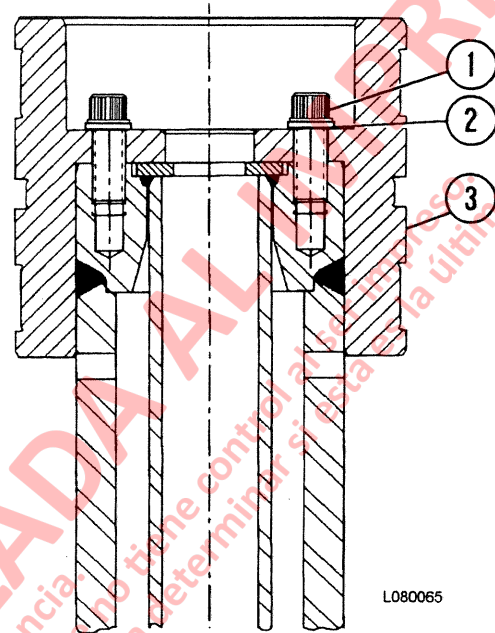

FIGURA 8-24. PISTON DE TERCERA ETAPA
NOTA: Revise cuidadosamente los pernos (1, Figura 8-24) para ver si están fatigados y en caso de duda, reemplácelos por nuevos.
12. Lubrique los pernos (1, Figura 8-24) con grasa de en base a litio. Instale los pernos y la placa (2) y apriete con torque de **575 ft. Lbs. (780 N.m.)**